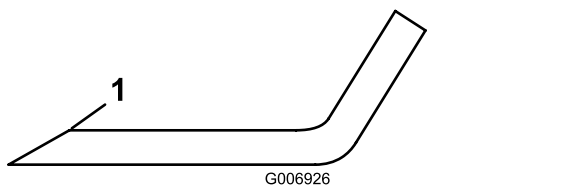

Figura 18
5. Inspeccione as extremidades de corte de todas as lâminas. Afie as extremidades de corte se estas apresentarem sinais de desgaste ou ranhuras. Afie apenas a zona superior da parte cortante e mantenha o ângulo de corte original para garantir que está afiada (Figura 18).
6. Se apresentar sinais de desgaste ou ranhuras, afie apenas a zona superior da parte cortante enquanto mantém o ângulo de corte original (Figura 18).